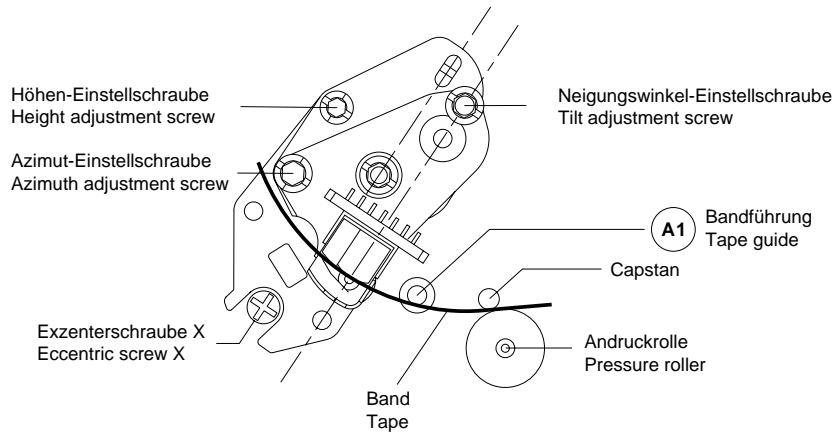

Fig. 25
- Mit der Schraube für den Neigungswinkel (Fig. 25) die Bandunterkante gut auf die Bandführung "A1" aufsetzen (das Band darf nicht an der Unterkante eingerollt sein).
- By means of the tilt adjustment screw (Fig. 25) move the tape until the lower edge just touches the tape guide "A1" (the lower edge of the tape must not bend).
- Mit der Höheneinstellschraube maximale Ausgangsspannung einstellen (Fig. 25).
- Mit der Azimuteinstellschraube auf maximale Ausgangsspannung einstellen (Fig. 25).
- Mit der Exzentrerschraube X (Fig. 25) das Trackingsignal "TRIV" auf Maximum stellen (DC-gekoppelt).
- Adjust for maximum output voltage with the height adjustment screw (Fig. 25).
- Adjust to maximum output voltage with the azimuth adjustment screw (Fig. 25).
- With the eccentric screw X (Fig. 25) adjust the "TRIV" tracking signal to maximum voltage (DC-coupling).